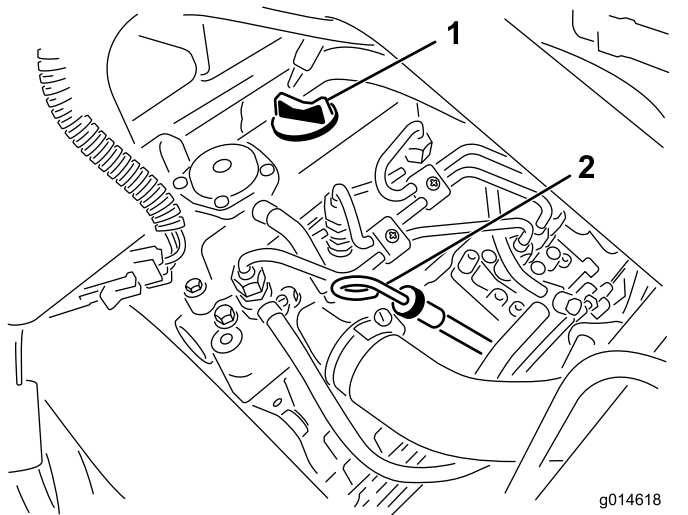

Figure 40
2. Retirez la jauge et essuyez-la sur un chiffon propre (Figure 40).